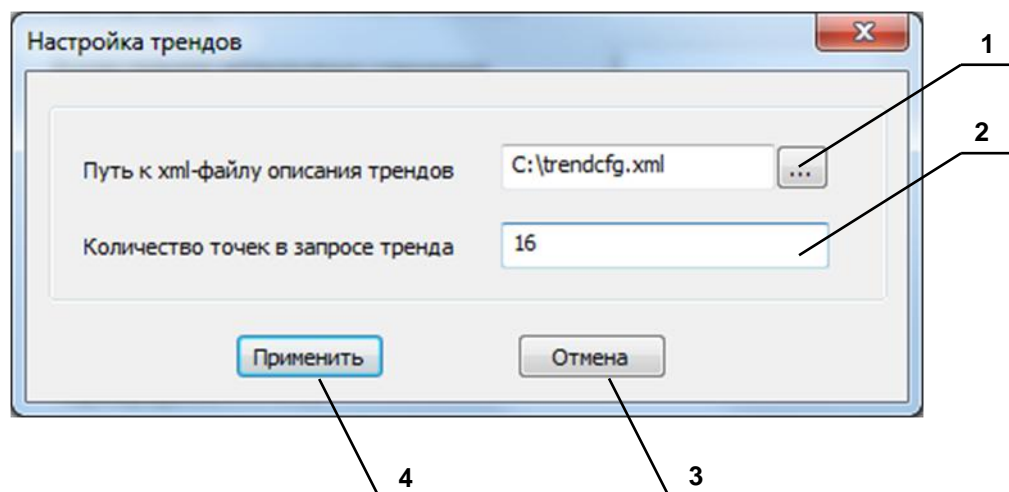

Рисунок 6.5 – Диалоговое окно настройки трендов
- 20 **Настройка трендов.** При нажатии на данную кнопку появляется диалоговое окно (рисунок 6.5), определяющее путь к xml-файлу описания трендов контроллера. Файл *krug_db.dtd* должен находиться в том же каталоге, что и xml-файл
При нажатии на кнопку **«Настройка трендов»** появляется диалоговое окно, в котором можно настроить путь к xml-файлу описания трендов контроллера (рисунок 6.5).